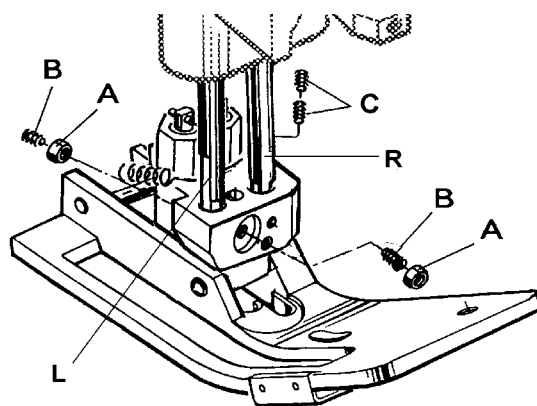

Fig. 16
Remove the needle and rotate handwheel until the feed dog is below the throat plate. Depress the presser foot lifter lever and insert the presser foot in the two presser bars (L and R, Fig. 16). The left presser bar (L) should only engage with its pivot in the opening of the presser foot shank.
Loosen the two lock nuts (A, Fig. 16) and align with the two set screws (B), the needle slot in the presser foot with the needle slot in the throat plate. Secure this setting with the two lock nuts (A).
Remueva la aguja y gire el volante hasta que el alimentador se encuentre debajo de la placa de la aguja. Presione la palanca del levantador del pie prensateLAS e inserte el pie prensateLAS en las barras (L y R, Fig. 16). La barra izquierda (LR) debería entrar solamente con el pivote en la apertura del pie prensateLAS.
Aflobe las dos tuercas (A, Fig. 16) y alinee con los dos tornillos (B) el hueco de la aguja en el pie prensa tela contra el hueco de la aguja en la placa de la aguja. Asegure este ajuste con los dos tornillos (A).